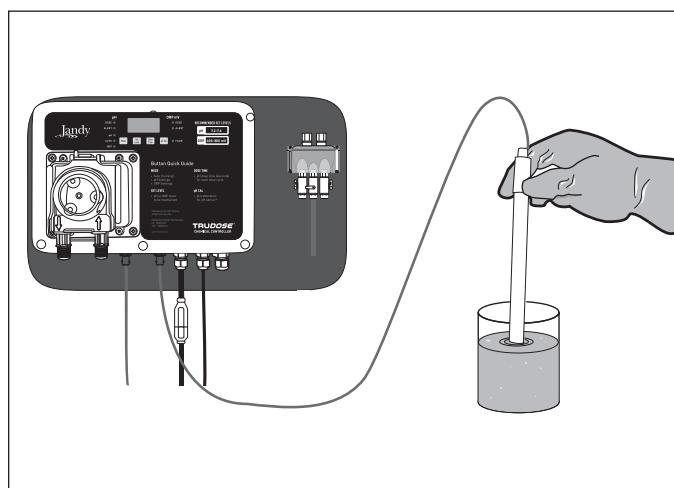

Figure 16. Vérifier les capteurs.
- Tout en restant attaché au contrôleur, placer le capteur dans un verre d'eau du robinet propre. Se reporter à la Figure 16.
- Mettre les capteurs dans un verre d'eau du robinet. La lecture doit indiquer entre 200 mV et 400 mV. Se reporter à la Figure 16.